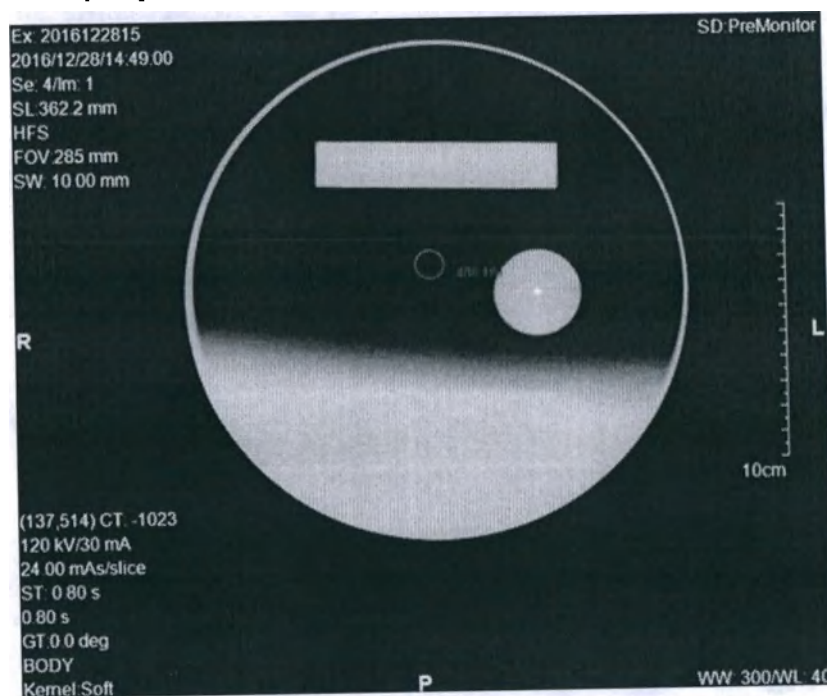

Рисунок 53 Область отслеживания плотности
- (4) Наведите курсор мышки на отслеживаемую область изображения. Курсор мышки станет круглым и диаметр круга можно изменить. Наведите зеленый круг курсора мышки на окружность сосуда, чтобы начать отслеживание плотности (см. рис. 53).